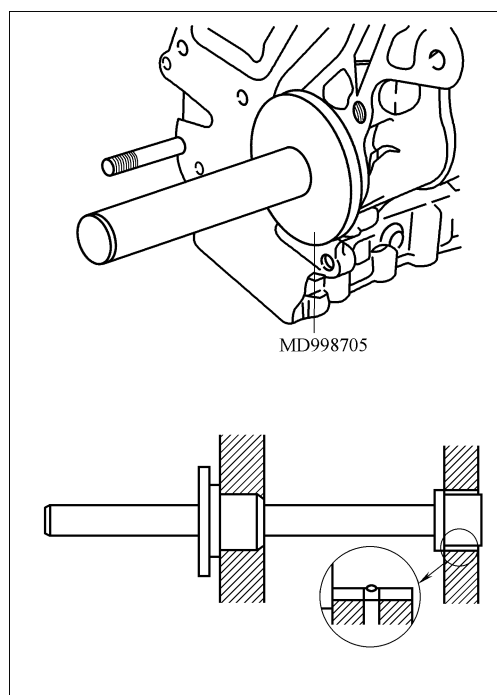

图 2-93 安装后轴承
1) 右平衡轴后轴承的安装。在轴承外面涂抹机油。如图 2-93 所示, 使用专用工具, 安装右后轴承。应确认轴承的油孔与气缸体上的油孔对准。